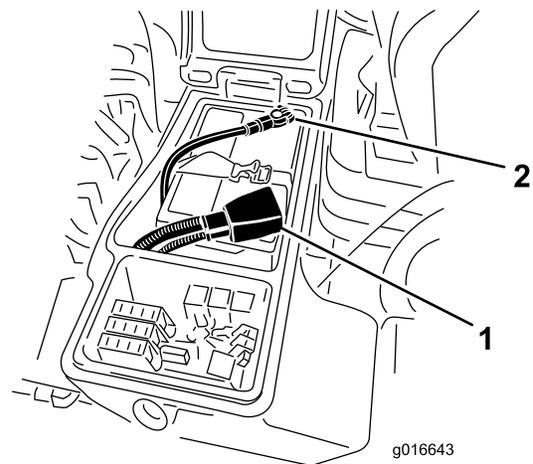

Bild 62
4. Klemmen Sie das Pluskabel (Rot) am Pluspol (+) der Batterie und das Minuskabel (Schwarz) am Minuspol (-) der Batterie an (Bild 62). Befestigen Sie die Kabel mit Kopfschrauben und Muttern an den Polen. Stellen Sie sicher, dass die Plusklemme (+) vollständig auf den Pluspol aufgezogen und das Kabel fest an die Batterie angeklemt ist. Das Kabel darf die Batterieabdeckung nicht berühren. Ziehen Sie den Gummischuh über den Pluspol, um Kurzschlüssen vorzubeugen.